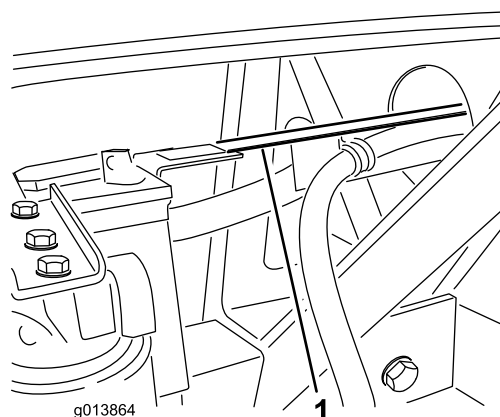

Figure 10
33. Le guide de flexibles doit reposer sur la patte parant du montant vertical du support de la batterie (Figure 10). Si les trous dans le guide de flexibles ne correspondent pas aux trous dans la patte du support de batterie, vous pouvez ajuster la longueur du guide en desserrant les boulons qui le fixent au support du réservoir hydraulique et en le faisant coulisser en avant ou en arrière selon le cas.
34. Fixez le guide de flexibles à la patte du support de batterie avec (2) boulons 1/4 x 3/4" et contre-écrous à embase (Figure 10).